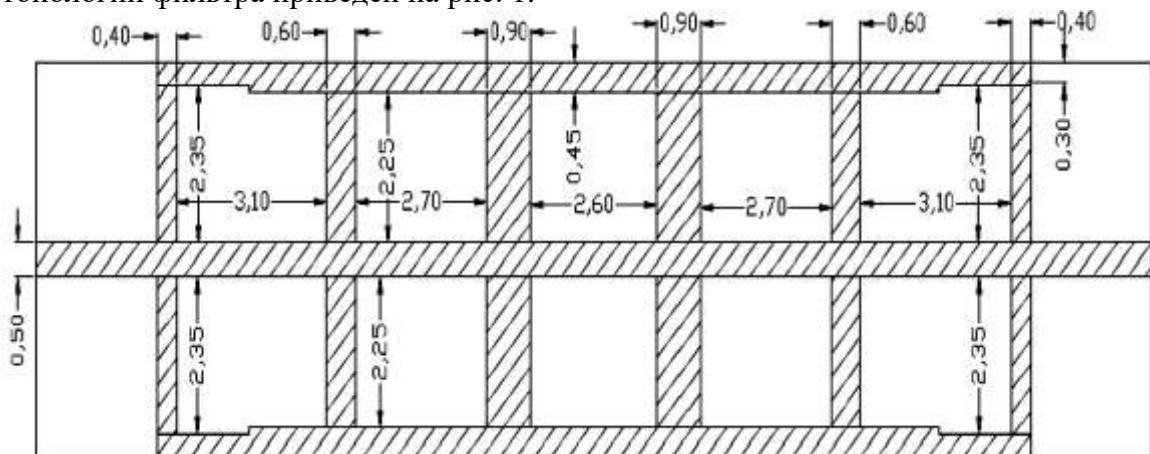

Рис. 1
1. С использованием САПР Microwave Office произвести моделирование микрополоскового ППФ на шлейфах в диапазоне частот от 4 до 16 ГГц. Построить на одном графике частотные зависимости S_{21} и $KCBn$. Определить полосу пропускания фильтра. Внешний вид топологии фильтра приведен на рис. 1.